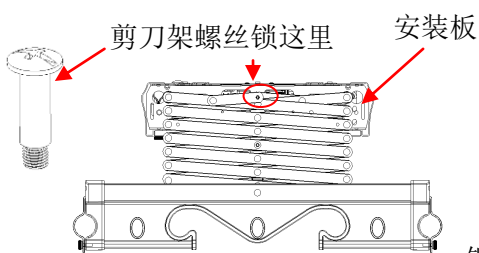
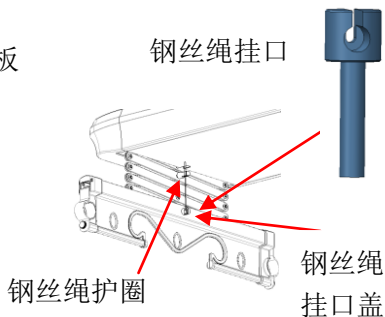

图 5
图 6
- 7、安装剪刀架：先将剪刀架一端滚轮滑进安装板滑槽内，移动剪刀架，滑向另一端，确保剪刀两端滑轮都在安装板滑槽内，用剪刀架螺钉锁住短剪刀片（如图 5 所示），将钢丝绳卡头穿过钢丝绳护圈套进钢丝绳挂口内（如图 6 所示），套上钢丝绳挂口盖（如图 6 所示），剪掉剪刀组扎带。以同样的步骤安装好另一侧剪刀架。